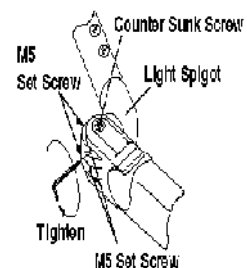

Fig.6-14 Tightening the Set Screws on the Light Spigot
- G. Après avoir ajusté l'éclairage sur l'unité crachoir, serrer fortement les 4 vis M5 sur le joint d'emboîtement et ajuster les vis du compteur sur la tension requise (Fig.6-14)